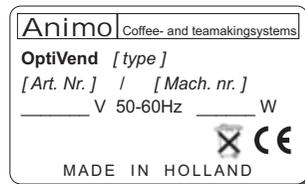

Fig. 6
- Vérifiez si les données de la plaque signalétique (fig.6) correspondent.